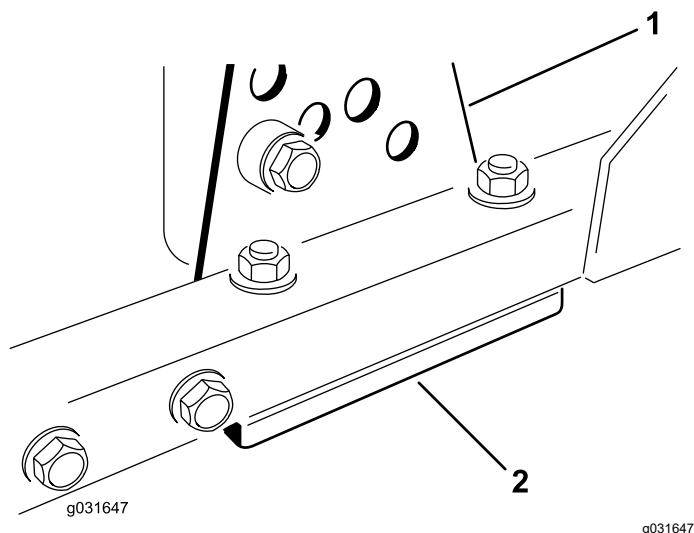

Figura 71
1. Togliete la staffa dell'altezza di taglio (anteriore, sinistra o destra) dal telaio del piatto di taglio (Figura 71).
2. Regolate gli spessori di 1,5 mm e/o 0,7 mm fra il telaio del piatto di taglio e la staffa per ottenere l'altezza di taglio desiderata (Figura 71).
3. Montate la staffa dell'altezza di taglio sul telaio del piatto di taglio, lasciando gli spessori rimasti sotto la staffa (Figura 71).